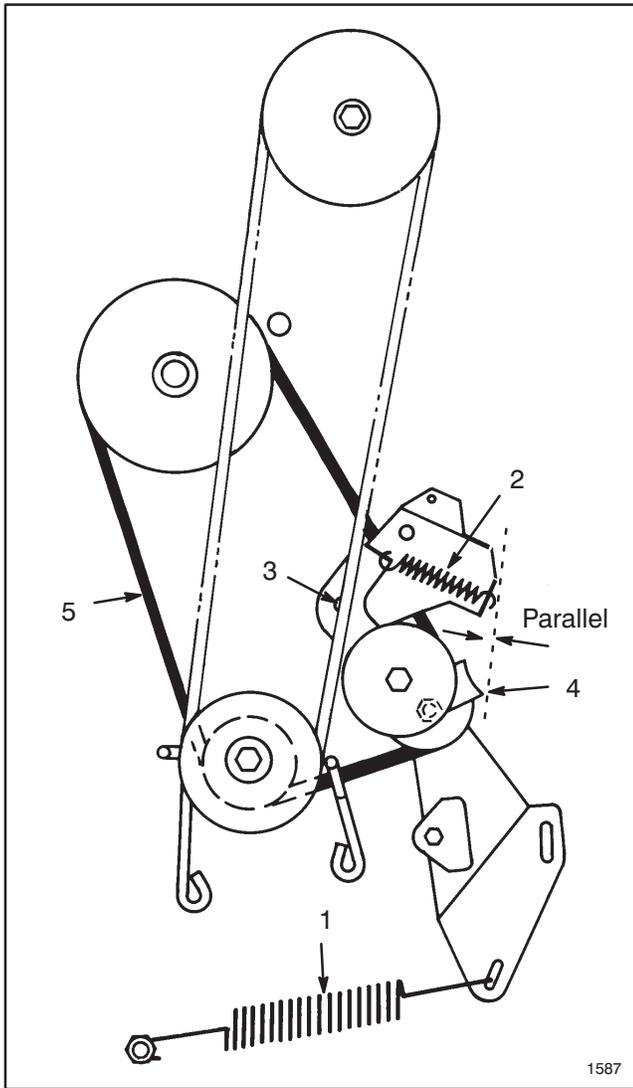

Abbildung 20
7. Die große Traktionsfeder von der Montageschraube loshaken (Abb. 20). Beim Entfernen der Feder vorsichtig sein, weil sie unter starker Spannung steht.
8. Die Leitradfeder vom Leitradbügel loshaken (Abb. 20).
9. Sicherungsmutter und Unterlegscheibe entfernen, mit denen der Leitradbügel am Rahmen befestigt ist, und den Bügel entfernen (Abb. 20).
10. Die Sicherungsmutter an der Scheibe lösen, bis die Riemenführung entfernt werden kann (Abb. 20). Den Riemen von allen Scheiben entfernen.
Hinweis: Bei Installation der Riemenführung an der Leitradscheibe darauf achten, daß die Kante der Riemenführung parallel zum Rahmen liegt, siehe Abbildung 20.